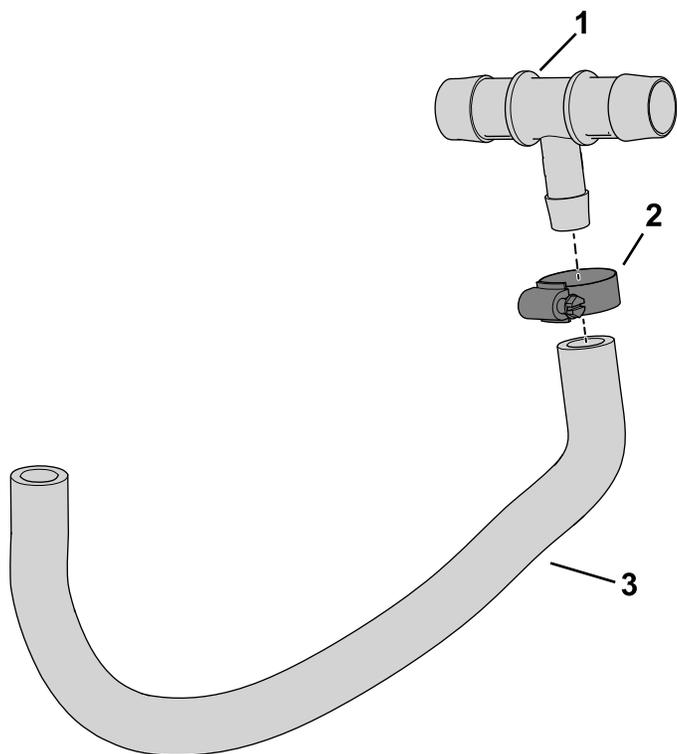

Рисунок 12
1. Наденьте шланговый хомут на шланг (Рисунок 12).
2. Вставьте конец типа «елочка» тройника в шланг и закрепите шланговым хомутом, как показано на Рисунок 12.